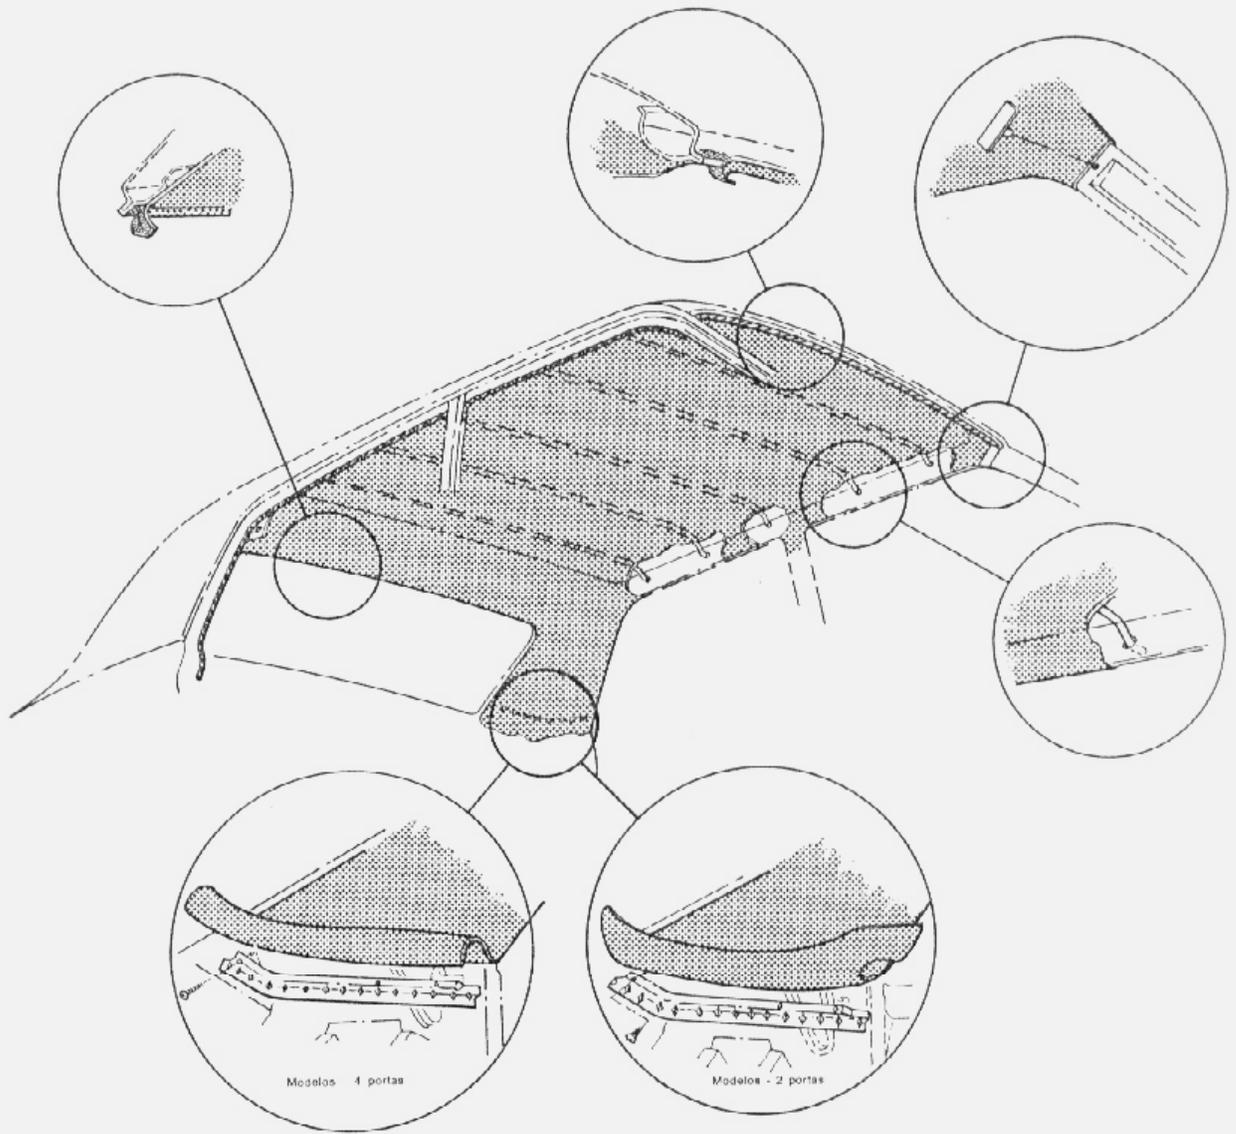

fig. 12 — forro do teto
9. Remover o forro do teto (fig. 12).